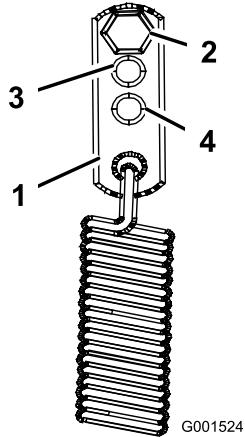

Bild 40
3. Versetzen Sie die Federanker-Lenker für eine schwierige Fahreinstellung in die mittlere oder schwere Stellung (Bild 40). Die Federanker-Lenker sind an der hinteren oberen Ecke der Hydraulikantrieb-Schutzebleche an der rechten und linken Seite der Maschine befestigt.